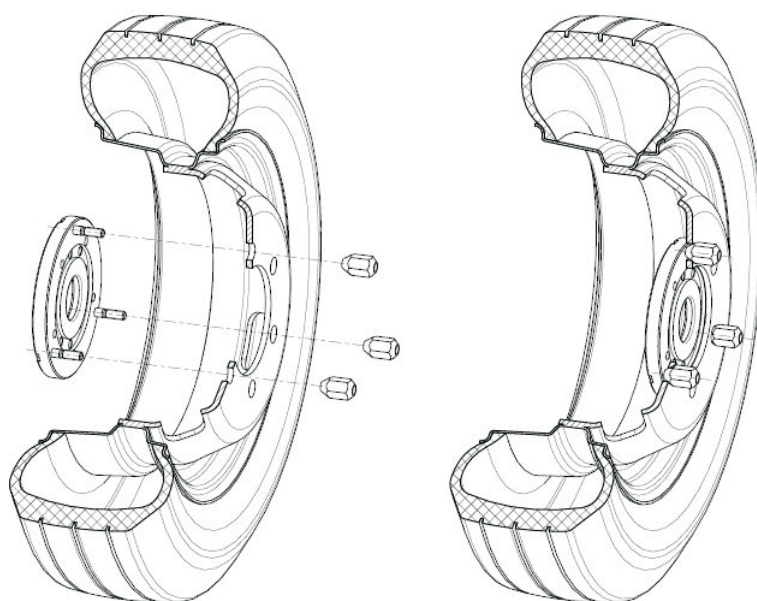

Рисунок 3
6.2 Закрепить адаптер на диске при помощи гаек, Рисунок 3